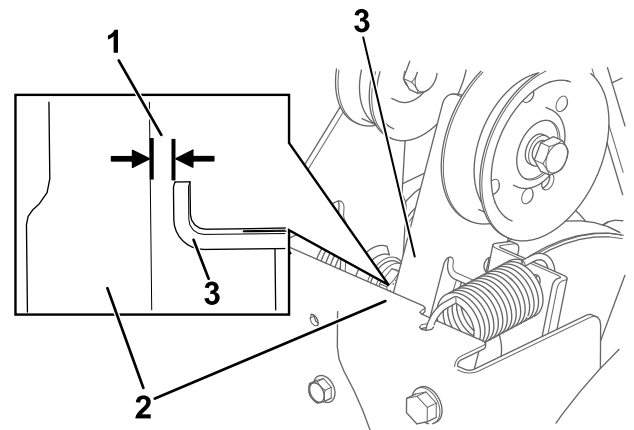

Figure 26
3. Lorsque le levier de commande de la vis sans fin/turbine est désengagé, vérifiez qu'il existe un écart de 1,5 mm entre le bras d'embrayage de la vis sans fin et le cadre de la machine, comme montré à la Figure 26.